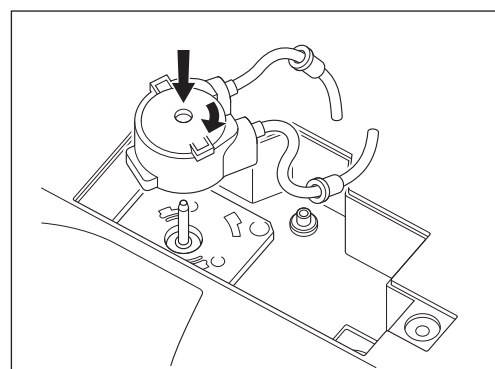

Fig. 54
- 7) Insérez la nouvelle pompe d'irrigation (option) sur l'arbre d'entraînement. Tournez-la dans le sens des aiguilles d'une montre jusqu'à ce qu'un déclic se produise (Fig. 54).